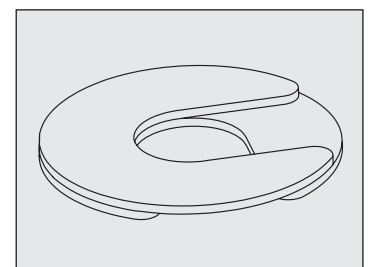

Fig. 10. Installare più spessori con fessure compensate.
- Se si utilizzano più spessori, assicurarsi che le loro posizioni siano sfalsate. Vedere fig. 10.
- **NON** utilizzare più di quattro (4) spessori per ruota.